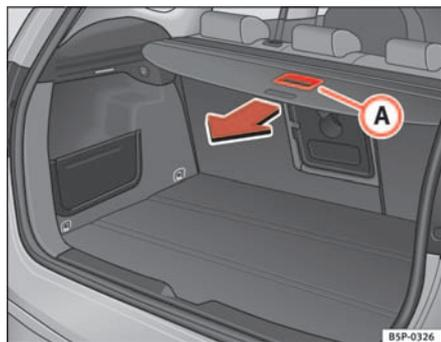

Fig. 120 Accionamiento bandeja portaobjetos
- Tire hacia atrás de la bandeja con el tirador **A** hasta percibir un “clic” ⇒ fig. 120.